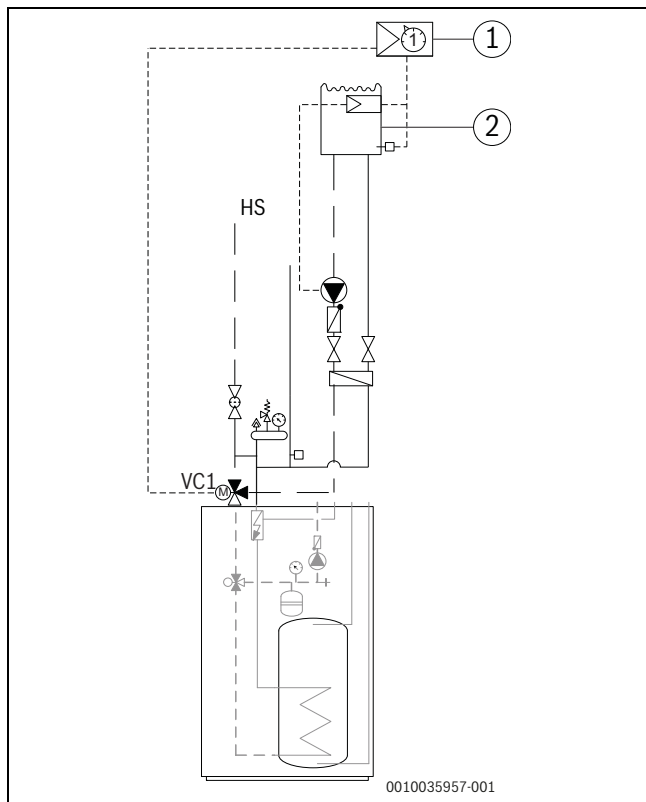

Fig. 22 Installation de la piscine
- ▶ Installer la vanne de mélange de la piscine sur le retour vers l'unité intérieure (→ [VC1] Fig. 22).